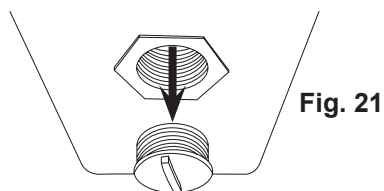

Fig. 21
2. Retire el tapón de drenaje del tanque de agua (Fig. 21), ubicado debajo del tanque, para drenar toda el agua. Vuelva a colocar el tapón de drenaje y apriételo hasta que esté ajustado. Almacenar el remolque con agua en el tanque puede provocar la proliferación de algas. Para evitar la proliferación de algas, vacíe el tanque de agua antes de almacenar el remolque.